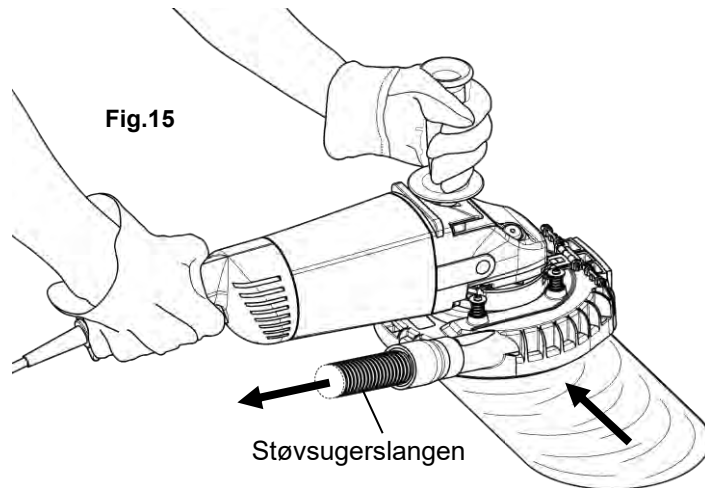

Fig.15
4. Plasser [a] hoveddelen på materialet og flytt overflaten som skal slipes sakte over. (Fig.15)